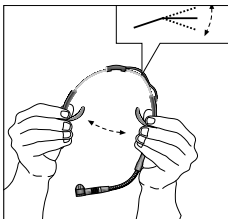

Fig. 8:
4. Se o microfone ainda assentar mal, pode curvar o arco de nuca um pouco para dentro (veja fig. 8).